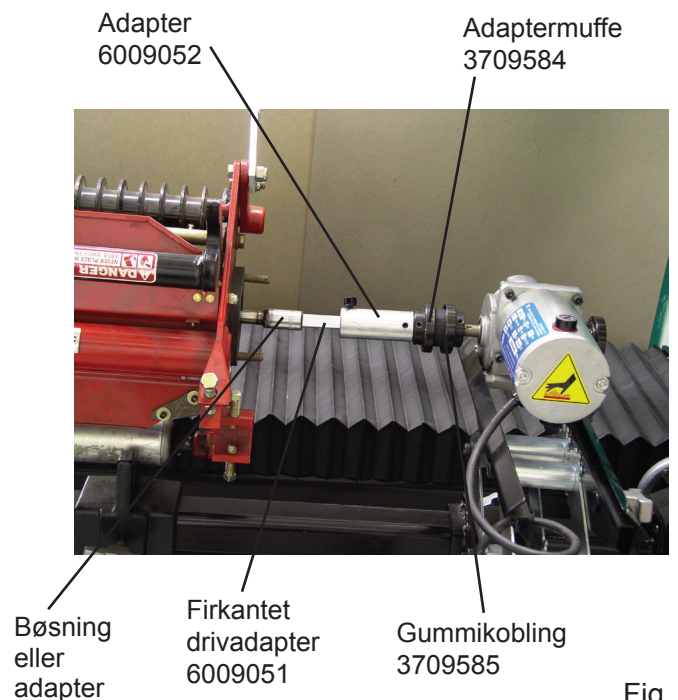

Fig. 37
4. Ved at holde den firkantede drivaksel fast i position med venstre hånd kan du flytte de andre komponenter mod højre og indsætte gummikoblingen i flangen på rotationsdrivenheden. Når dette er gjort, strammes T-grebet på adaptermuffen for at holde alle dele på plads. Se fig. 37.